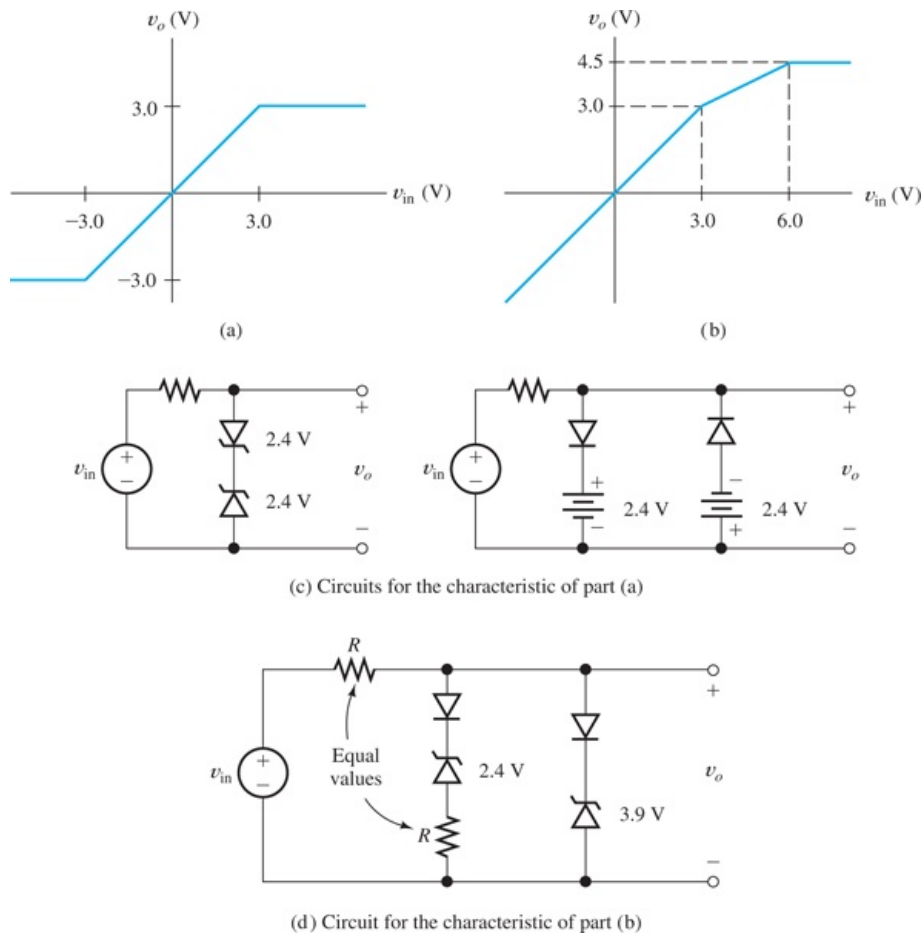

Figure 9.32
un **Figure 9.32(a)** et
b. Figure 9.32(b) Prévoyez une chute de tension de 0,6 V dans le sens direct pour les diodes. [Indice pour la partie (b) : Inclure une résistance en série avec la diode qui commence à conduire à $v_{\text{dans}} = 3$ V pour obtenir la pente requise pour la section entre $v_{\text{dans}} = 3$ V et 6 V.]
a. Voir **Figure 9.32(c)**;
b. voir **Figure 9.32(d)**.